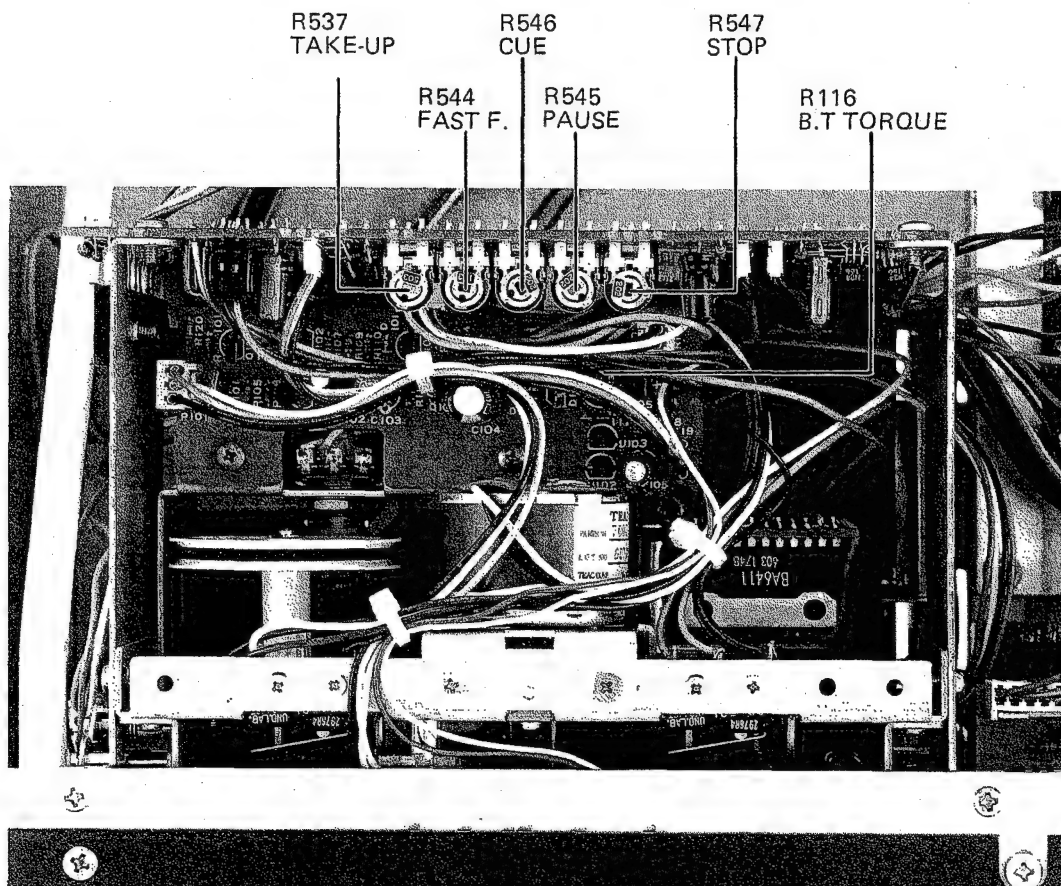

Fig. 5-6
1. Run the deck in the F.F. (fast forward) or REW (rewind) mode and adjust the trim pot R544 (Fig. 5-6) so that the following two conditions are obtained.
1. ストップ・モード時に、ヘッド・ベースが最も下方にくるように半固定抵抗 R547 (図5-6) を調整する。
1. F.F (早送り) または RWD (早巻戻し) モード中に下記の状態が得られるように半固定抵抗 R544 (図5-6) を調整する。
Make sure cue signal is developed when the FF or REW button is pushed with the PAUSE mode set. If the cue signal is not developed or the level is excessively low, adjust the trim pot R546 (Fig. 5-6).
ポーズ・モードにしてFFボタンまたはREWボタンを押した時にキュー信号が出るかどうか確認する。キュー信号が出ないかまたは信号レベルが極端に低い場合は、半固定抵抗 R546 (図5-6) を調整する。
2. If the back tension torque is out of limits, adjust the trim pot R116 (Fig. 5-6).
3. If the take-up torque is out of the limits, adjust the trim pot R537 (refer to Fig. 5-6).
2. バックテンション・トルクが規定値から外れている場合は半固定抵抗 R116 (図5-6) を調整する。
3. もしテイクアップ・トルクが規定値から外れている場合は、半固定抵抗 R537 (図5-6参照) を調整する。